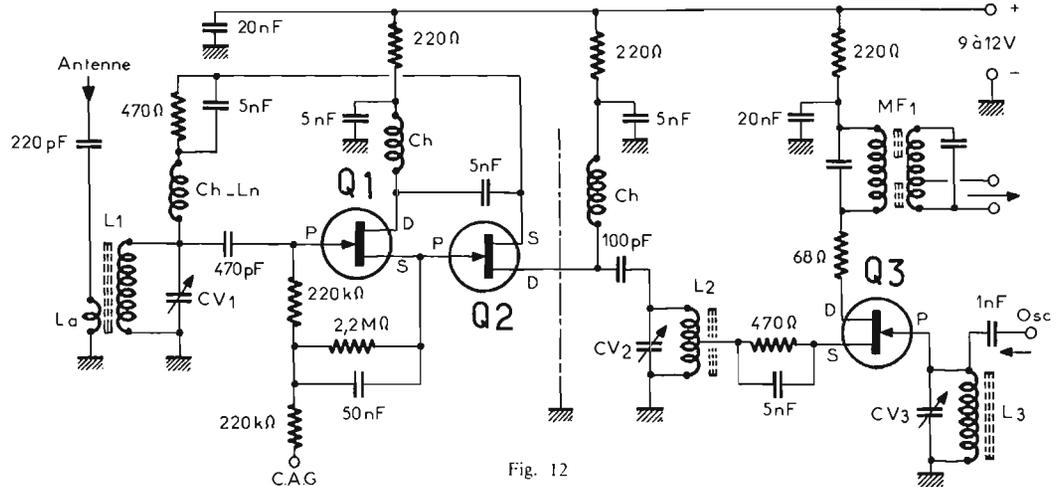

Fig. 12
Le montage représenté sur la figure 12 est celui d'un amplificateur HF cascode équipé des transistors FET Q₁ et Q₂ (type 2N3823), la source (S) du premier
Rappelons ici qu'un montage d'étage mélangeur utilisant un transistor FET a été vu à l'occasion de la figure 12; nous n'y reviendrons donc pas.